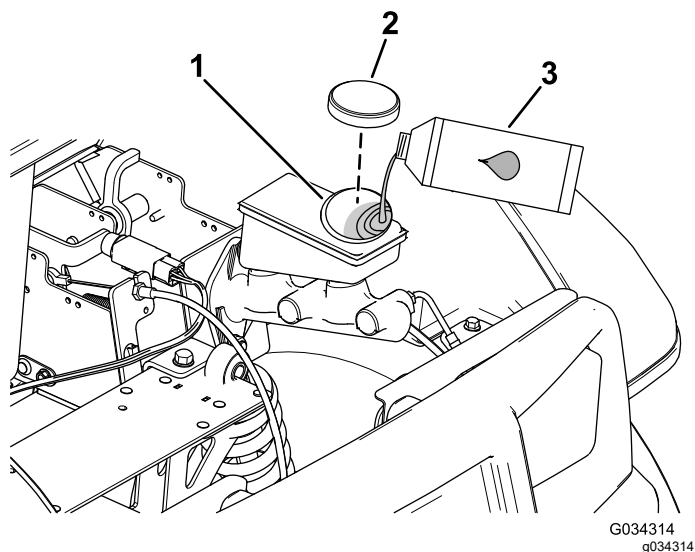

Рисунок 53
2. Поднимите капот, чтобы получить доступ к главному тормозному цилиндру и бачку (Рисунок 53).
- A. Очистите область вокруг крышки бачка и снимите крышку (Рисунок 53).
- C. Установите на место крышку бака (Рисунок 53).